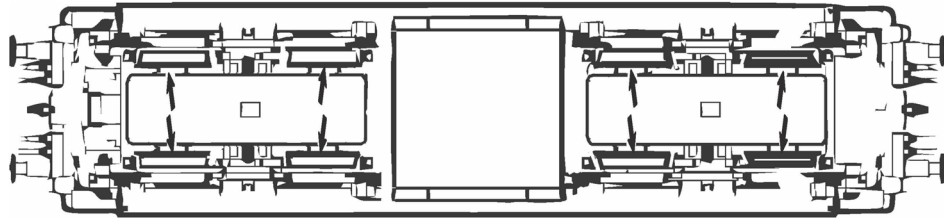

Fig. 6
1. Reinigung der Radstromkontakte: Radstromkontakte können auf unsauberen Schienen leicht verschmutzen. Entfernen Sie **vorsichtig** mit einem kleinen Pinsel **den Schmutz** an den in Fig. 6 gekennzeichneten Stellen.
1. Cleaning of wheel contacts: Wheel contacts easily get dirty on tracks which are not entirely clean. Use a small brush to **remove dirt** from spots marked in fig. 6.
1. Nettoyage des lames de courant aux roues: Les lames de contacts risquent de s'en-croûter rapidement sur des voies poussiéreuses. Veuillez **enlever la poussière** aux endroits marqués à la fig. 6 à l'aide d'un petit pinceau souple.